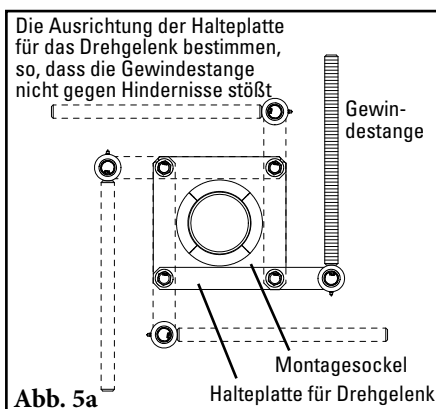
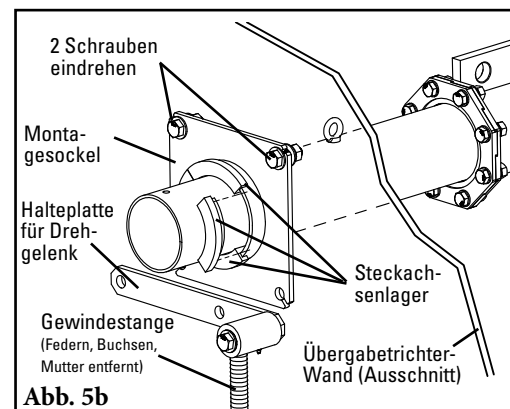

Abb. 5a
Abb. 5b
- Montagesockel einbauen. Den Montagesockel über das Steckachsen-Ende schieben. Die Lage der Halteplatte für das Drehgelenk und die Ausrichtung der Gewindestange bestimmen, aber noch nicht einbauen (Abb. 5a). Den Montagesockel an der Übergabetrichterwand mit 2 der mitgelieferten Schrauben an der gegenüberliegenden Seite verschrauben, wo die Halteplatte für das Drehgelenk montiert wird (Abb. 5b). Die Steckachsenlager mit einem Hammer einbauen. Vorsichtig einklopfen, bis die Lager ganz an der Montageplatte anliegen. Den Vorgang auf der gegenüberliegenden Seite wiederholen.